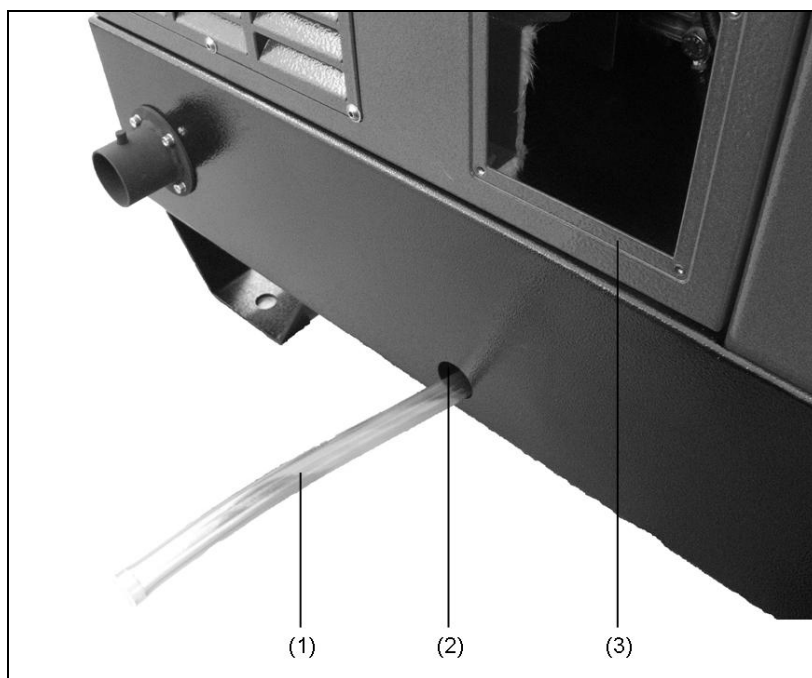

Abb. 7-1: Öl ablassen
2. Demontieren Sie das Seitenblech (siehe Abb. 7-1-(3)) und den Abdeckstopfen (siehe Abb. 7-1-(2)) auf der Abgasseite des Geräts.
3. Führen Sie den Ablassschlauch (siehe Abb. 7-1-(1)) durch die Öffnung im Rahmen und stellen Sie einen Ölauffangbehälter bereit.
4. Falls vorhanden drehen Sie die Kappe am Ölablassventil auf der Unterseite des Motors (siehe Abb. 7-1-(1)) herunter.